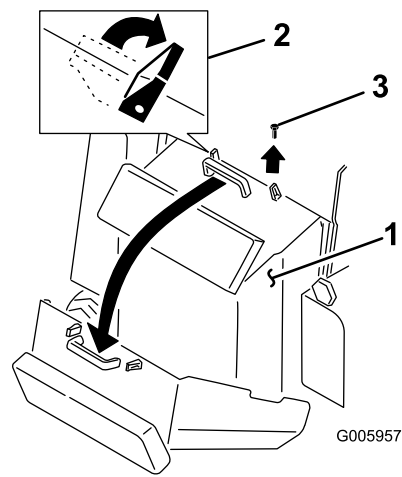

Figure 26
2. Dégagez les deux languettes de blocage en haut du couvercle d'accès arrière (Figure 26).
3. Enlevez le boulon situé près de la languette de blocage droite (Figure 26).
4. Pour ouvrir le couvercle, tirez-le vers le haut et en arrière par la poignée (Figure 26).